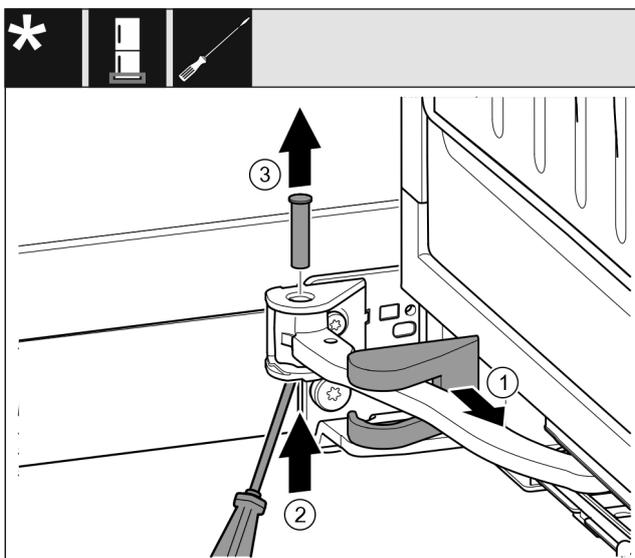

Fig. 13
- ▶ Lagerbockabdeckung abziehen und entlang des Gelenks verschieben. Fig. 13 (1)
- ▶ Bolzen mit Finger oder Schraubendreher von unten anheben. Fig. 13 (2)
- ▶ Mit Schraubendreher unter den Bolzenkopf fahren und herausziehen. Fig. 13 (3)